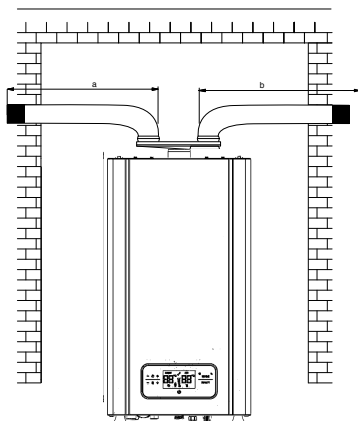

Рисунок 16
Соединительные элементы для раздельного подсоединения воздуховода и дымоотвода: (Рисунок 16)
1. Набор труб для раздельного подключения воздуховода и дымохода \varnothing 80x80 мм (Рисунок 16а)
2. Трубы наращивания длины 500 мм / 1000 мм \varnothing 80x80 мм (Рисунок 16б)
3. Колено 900 \varnothing 80x80 мм (Рисунок 16с)
4. Колено 450 \varnothing 80x80 мм (Рисунок 16д)